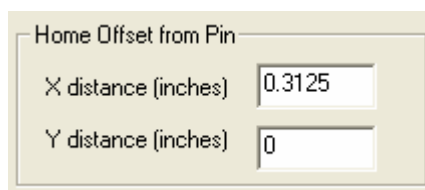

Figura 3.3. Valores predefinidos para Home Offset Pin
**Paso 13:** Verificar en **Edit>Preferences>Machine Settings** el parámetro *Home Offset From Pin* mostrado en la Figura 3.3, esté predeterminado para una distancia de 0.3125" en X y 0" en Y. Si no lo está se debe ingresar los valores antes mencionados. Ver Figura 3.3.